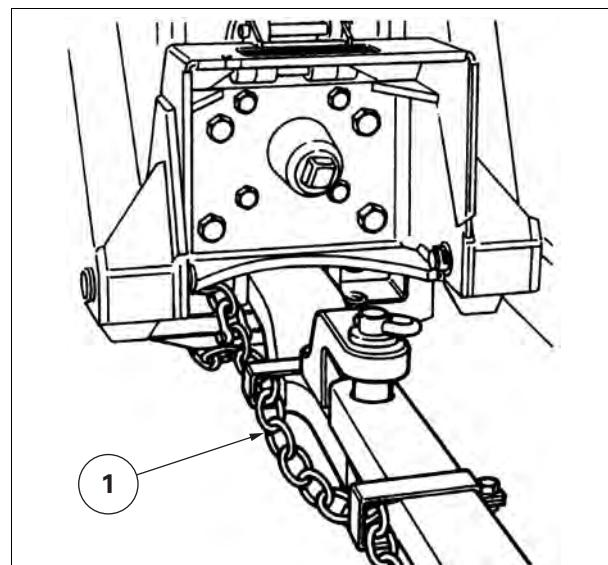

Рис. 9.
- Все прицепные устройства должны быть соединены с трактором предохранительной цепью (1). рис. 9